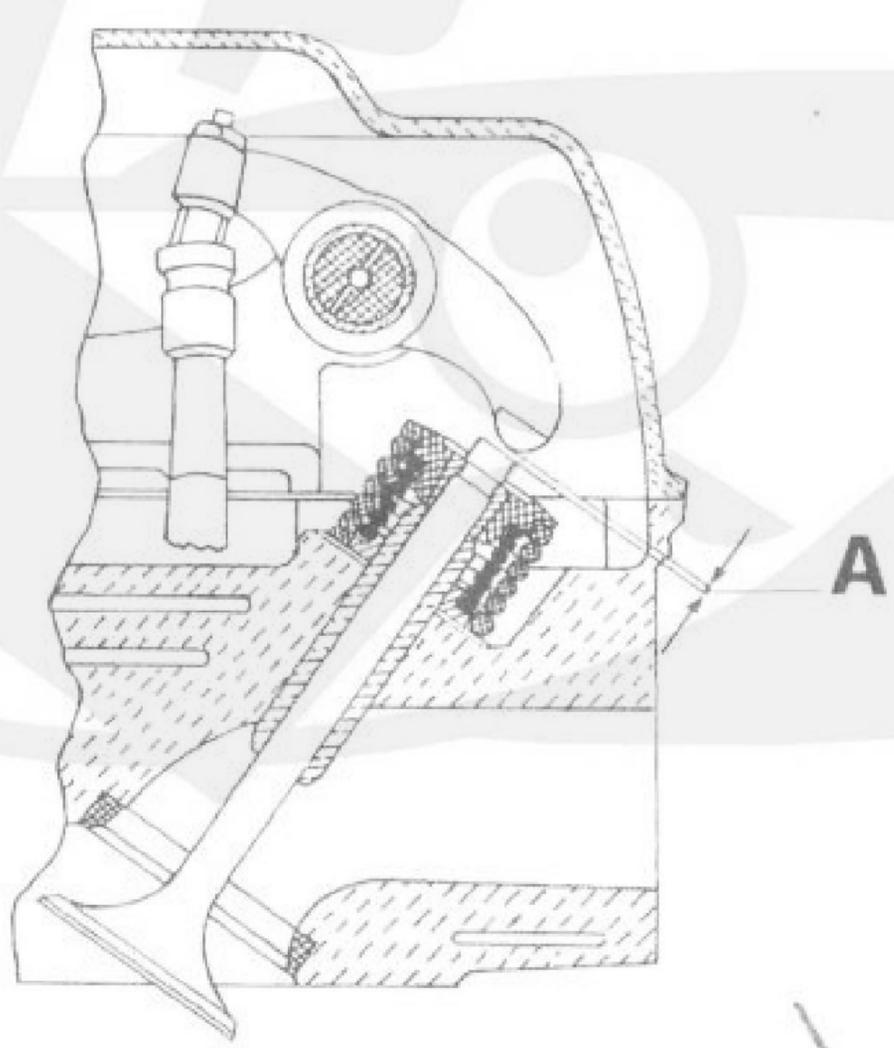

Fig. 28
- le valvole, dopo raggiunto la massima apertura, devono avere ancora una escursione di mm $1 \div 1,75$ (vedere A di fig. 28); prima che la molla (per il tipo V7 - 700 cc) e la molla interna (per il tipo V7 - 750 cc) vada a pacco.